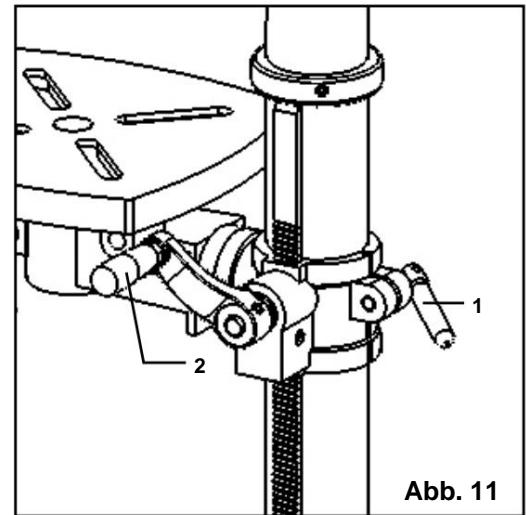

Abb. 11
TISCH HEBEN ODER SENKEN (ABB. 11)
1. Lösen Sie den Stützfeststellgriff (Abb. 11 - 1) und drehen Sie die Kurbel (Abb. 11 - 2), bis der Tisch die gewünschte Höhe erreicht hat.
DREHEN SIE DEN TISCH (ABB. 11)
1. Den Stützverriegelungsgriff (Abb. 11 - 1) lösen und den Tisch um die Säule herum in die gewünschte Position drehen.